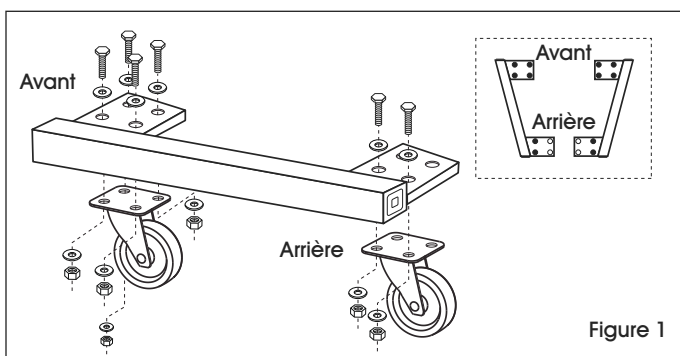

Figure 1
2. Fixez complètement les roulettes avant à l'aide d'un boulon, d'un écrou et de deux rondelles par trou. (Voir Figure 1)